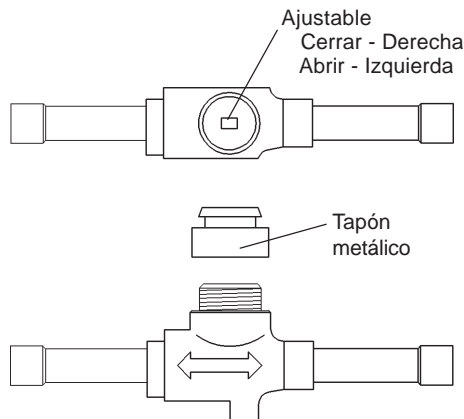

Fig. 5
- 9) Quite el tapón metálico de la válvula esférica y abra la válvula. Ver Fig. 5.